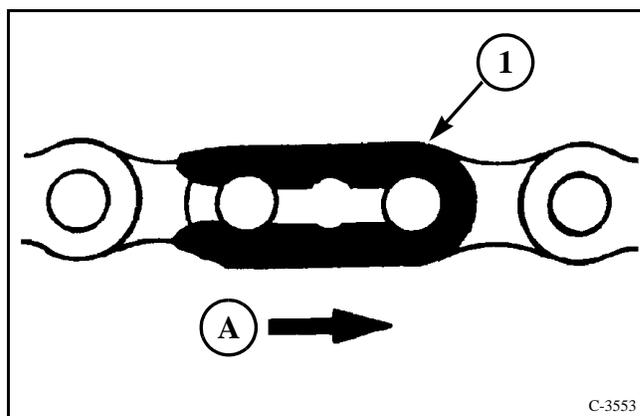

FIG. 1
FIG. 1: Los conectores de pinza a resorte (1) siempre deben colocarse con el extremo abierto en la dirección contraria al desplazamiento (A). Al colocar la pinza a resorte en esa dirección se evita la pérdida de la pinza cuando la enfardadora está en funcionamiento.